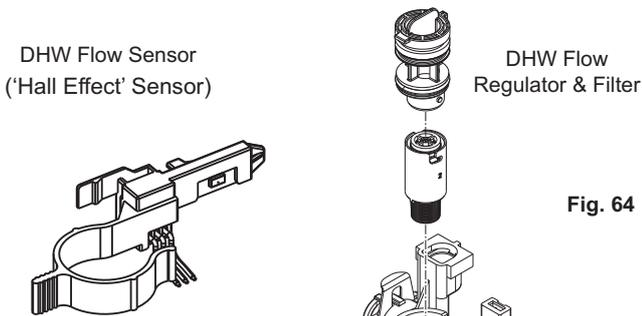

Fig. 64
10.3.18 DHW Flow Regulator & Filter (Fig. 64)
10.3.21 Main P.C.B. (Fig. 64)
10.3.22 Boiler Control P.C.B. (Fig. 64)